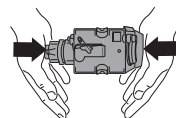

Figure 28
• S'il est difficile d'insérer le système de préparation du café, pressez-le vigoureusement en haut et en bas simultanément (Figure 28).